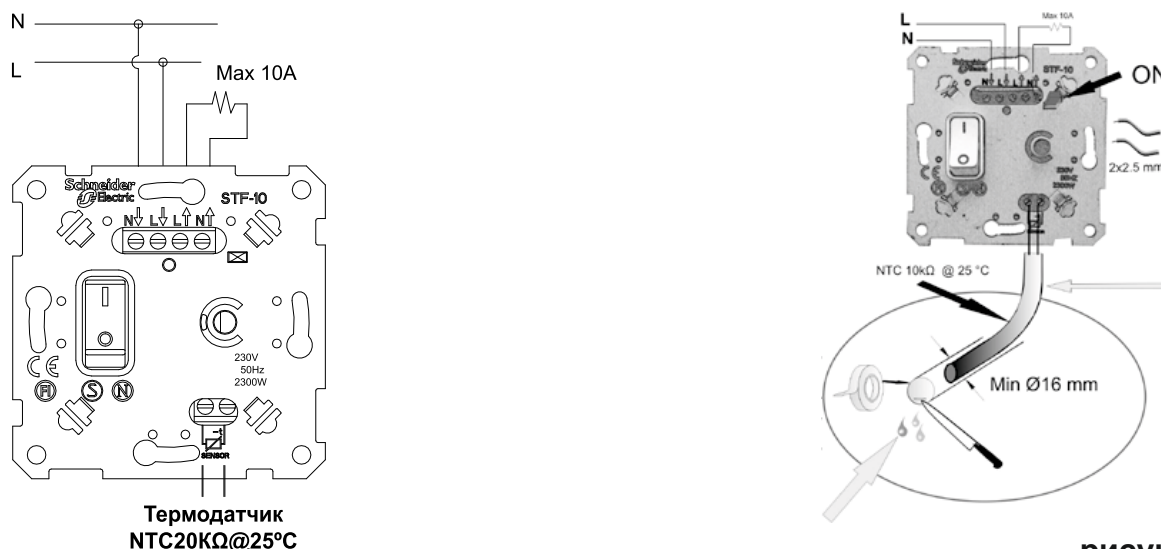

рисунок 1
4.2. Подсоединить провода согласно схеме подключения (см рис. 1).